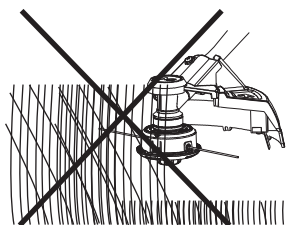
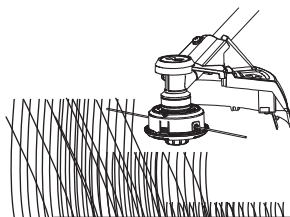

Fig. 24
Fig. 25
6. Veillez à ce que le dispositif de coupe reste propre et exempt de résidus qui pourraient le bloquer. Contrôlez-le régulièrement. Relâchez l'interrupteur marche/arrêt (1) et débranchez le produit de l'alimentation électrique avant de procéder au contrôle.
7. Coupez les herbes hautes par étapes ; et non en une seule fois (Fig. 24). Pour obtenir les meilleurs résultats possibles, coupez les herbes hautes par étapes (Fig. 25).